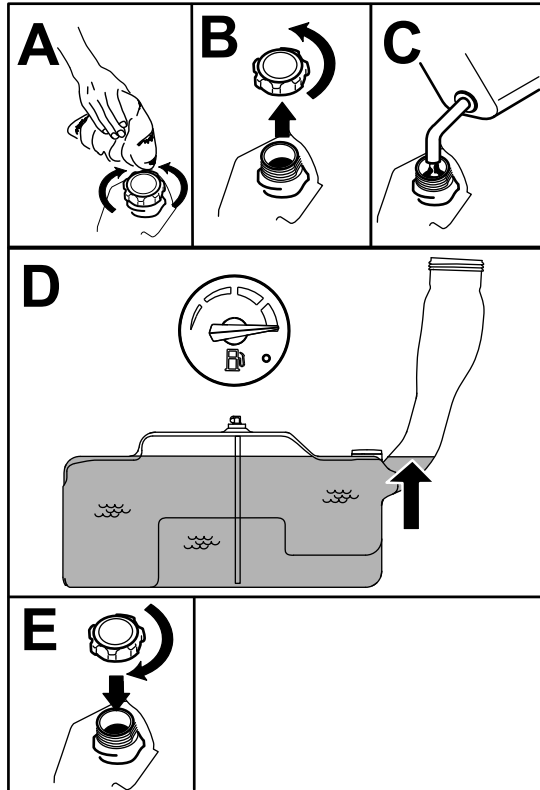

Bild 8
5. Füllen Sie den Kraftstofftank, bis die Benzinuhr an der Voll-Markierung liegt (Bild 8).